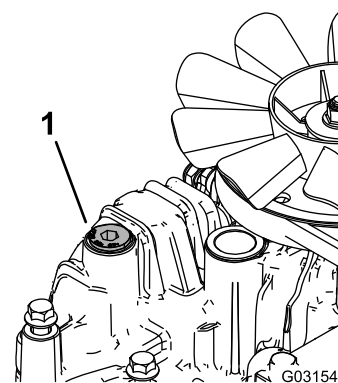

**Figure 71**
5. Localisez le bouchon de vidange sous la base de chaque transmission et placez un bac de vidange sous les bouchons (Figure 71).